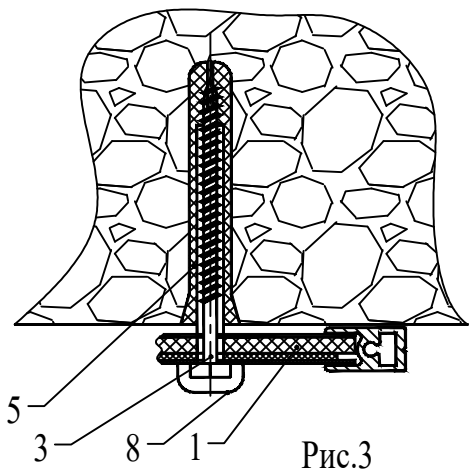

Рис.3
2. Устанавливаем в паз лотка полотно (1), выравниваем его и по отверстиям размечаем место сверловки. Затем, убрав полотно повторяем операцию сверловки с теми же параметрами, что и в п.1 и закрепляем полотно на стене двумя шурупами (3) (Рис.3). Надеваем на шляпки шурупов (3) декоративные колпачки (8).